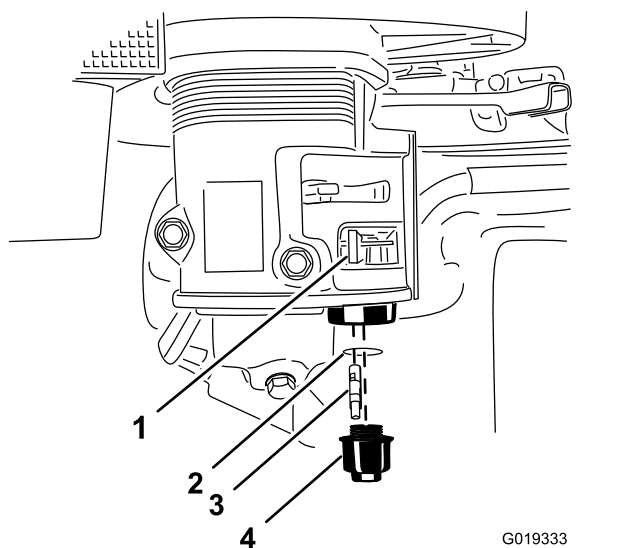

Figura 50
4. Mueva la palanca de la válvula de combustible a la posición de CERRADO, totalmente hacia la izquierda (Figura 50).
5. Desenrosque la taza de sedimentos de combustible (Figura 50).
6. Retire y conserve el filtro de combustible y la junta tórica (Figura 50).
9. Instale el filtro de combustible en la parte inferior del carburador (Figura 50).